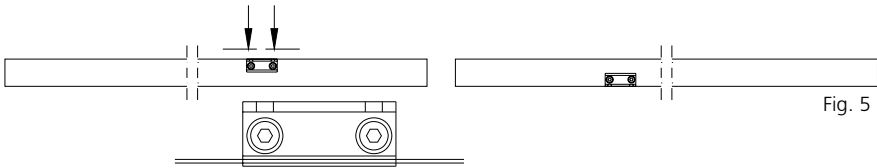

Fig. 5
- Kläm fast polyesterlinan (mitt på linan) i linfästet som är vänt mot väggen (fig. 5).